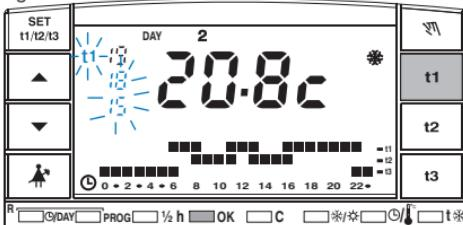

fig. 3
b) Per fissare il solo valore massimo di temperatura: premere il tasto **t1**; sul display si blocca il valore di **t1**, affiancato dal simbolo lampeggiante **t1**. Premere il tasto **OK** per confermare (fig. 3): il cronotermostato torna al programma di funzionamento in corso.